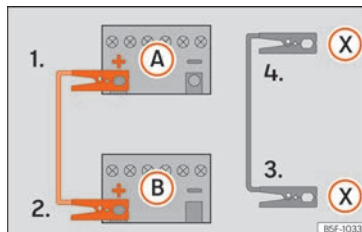

Abb. 196 Anschlussplan für Fahrzeuge mit Start-Stopp-System.
Starthilfekabel nur in folgender Reihenfolge an-klemmen 1 > 2 > 3 > 4 »» (Abb. 196).
Fahrzeuge mit Start-Stopp-System: Klemmen Sie ein Ende des schwarzen Starthilfekabels (X) an einen geeigneten Masseanschluss, ein massives, fest mit dem Motorblock verschraubtes Metallteil oder an den Motorblock selbst »» (Abb. 196).
5. Klemmen Sie das andere Ende des schwarzen Starthilfekabels (X) im Fahrzeug mit der entladenen Batterie an ein mit dem Motorblock verschraubtes, massives Metallteil oder an den Motorblock selbst, aber so weit wie möglich von der Batterie A entfernt an.